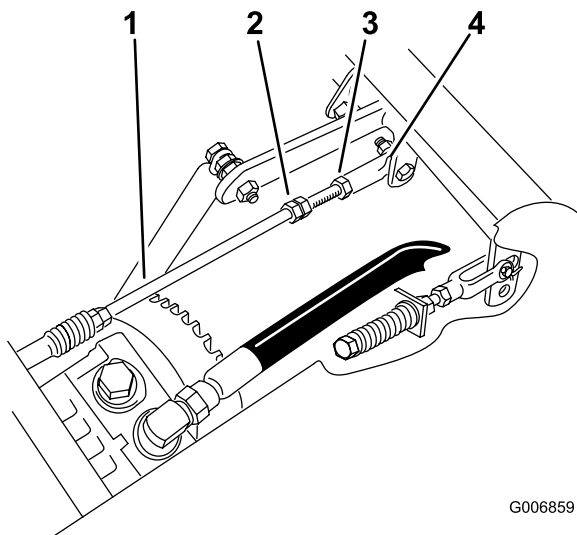

Figura 43
4. Afloje la contratuerca de la articulación esférica de la varilla de control de la bomba derecha (Figura 43).
5. Apriete la contratuerca de la articulación esférica y compruebe el avance de la máquina (Figura 43).